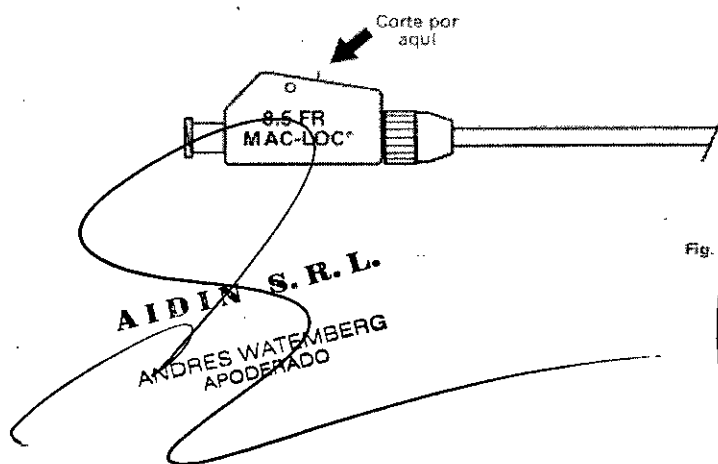

Fig. 3
- c. Corte el hilo de bloqueo sobrante (Fig. 3)